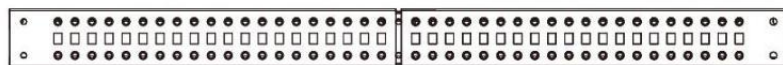

Figure 2
3. Faites glisser les supports du coin gauche et le coin droit coin Supports, vers l'intérieur le long des sections centrales et alignez les sections centrales avec le trou sur les crochets du coin gauche et le coin droit coin Supports.(Figure 2)